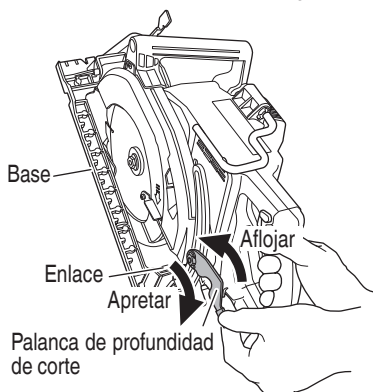
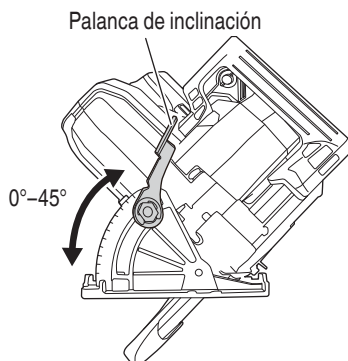

Fig. 21
Fig. 22
7. Verifique si la palanca de profundidad de corte y la palanca de inclinación están apretadas. Si la palanca de profundidad de corte con la que se ajusta la profundidad de corte (Fig. 21) y la palanca de inclinación con la que se ajusta el ángulo de inclinación (Fig. 22) están sueltas, pueden resultar en lesiones físicas. Asegúrese de que estén fijadas de forma segura. Asegúrese de que se encuentren firmemente apretadas.
1. Ajuste de la profundidad de corte (Fig. 21)
Como se muestra en la Fig. 22 aflojando la palanca de inclinación en el calibrador de inclinación y en la tuerca de mariposa, la hoja de la sierra se puede inclinar hasta un ángulo máximo de 45° en relación con la base.
Compruebe si la palanca está apretada. Si la palanca de profundidad de corte (Fig. 21) está suelta, podrían producirse lesiones. Asegúrese de que esté fijada de forma segura.